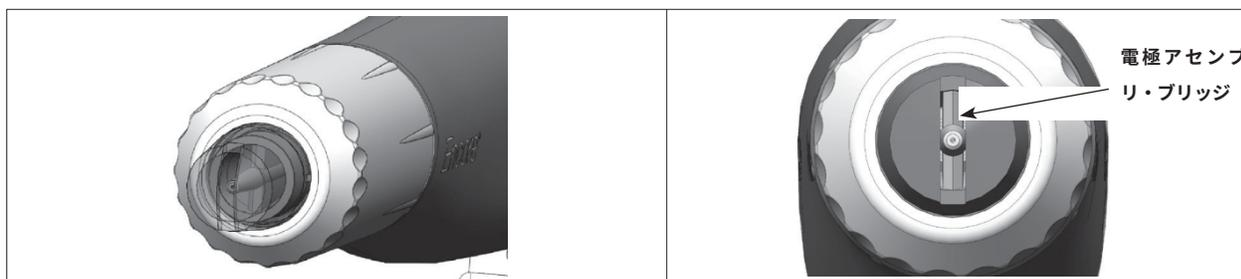

図6 正しいノズルの向き
4. 図6を参照してください。電極アセンブリに新しいノズルを取り付けます。ノズルは電極アセンブリにキーで固定されています。アンテナ・ワイヤーを曲げないでください。